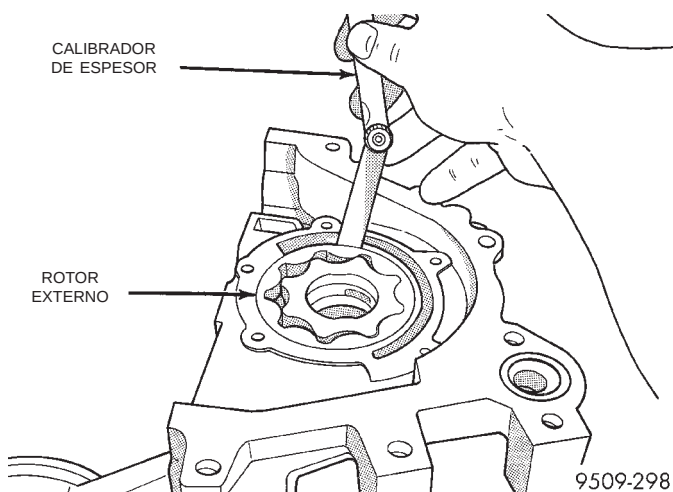

Fig. 103 Medición de la luz del rotor externo en el cuerpo
(5) Introduzca el rotor interno en el cuerpo, presione hacia un lado con los dedos y mida la luz entre el rotor y el cuerpo (Fig. 103). Si la medida es 0,39 mm (0,015 pulg.) o más, reemplace el cuerpo solamente si el rotor externo cumple con las especificaciones.